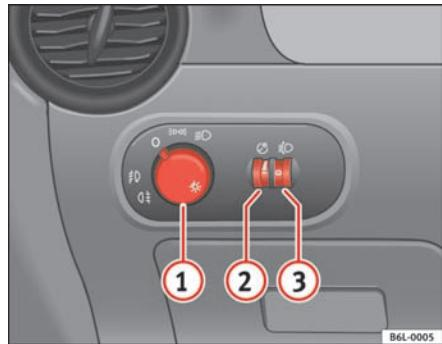

Fig. 55 Detalle del tablero de instrumentos: mando de las luces, faros antiniebla y luz trasera antiniebla
- Gire el mando de las luces \Rightarrow fig. 55 hasta la posición --- .